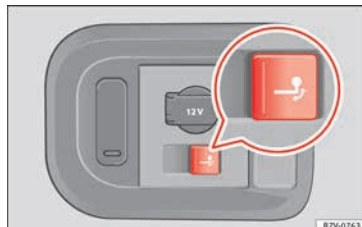

Abb. 230 Gepäckraum rechts: Taste zum elektrischen Schwenken des Kugelkopfs.
- Taste »» **Abb. 230** kurz ziehen. Der Kugelkopf wird elektrisch entriegelt und schwenkt selbstständig heraus, die Kontrollleuchte in der Taste blinkt.
- Taste » Abb. 230 kurz ziehen. Der Kugelkopf wird elektrisch entriegelt, die Kontrollleuchte in der Taste blinkt.